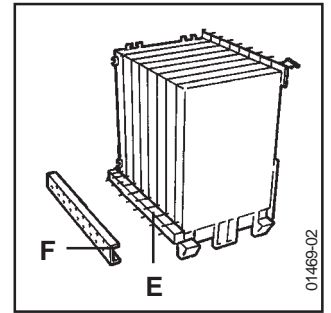

Fig. 9
Monteer de achterste collector (E) (Fig. 9). Met de op de collector gelaste centreerpen kan deze laatste nauwkeurig geplaatst worden ten opzichte van zijn klemplaat (F).